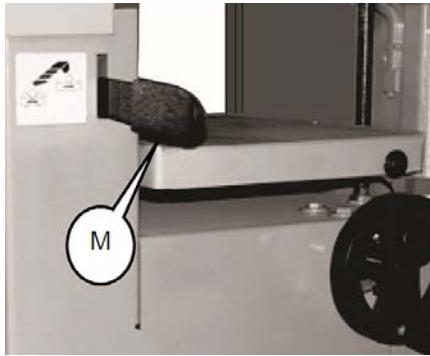

Abb. 28: Vorschubhebel
Schritt 9: Hebel (M, Abb.28) betätigen um den Vorschub zu starten.